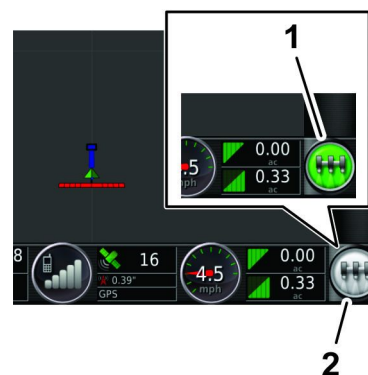

図 164
8. ジオリンクの制御コンソール上で マスタースイッチアイコン 図 164 を押してオン緑にする。